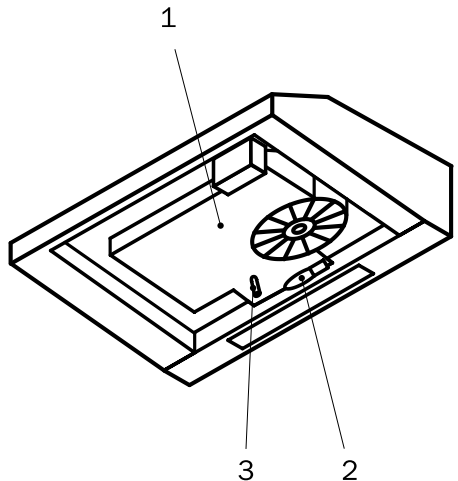

Рис. 2
Внутри вытяжки, если опустить нижнюю откидную панель с алюминиевым жироулавливающим фильтром, находятся (см. рис. 2):
этом случае на нее следует установить угольный фильтр, закрыть вертикальное и горизонтальное выходное отверстие (если они не закрыты) и установить переключатель направления отвода воздуха (см. рис. 2, позиция 3) в требуемое положение.
5. Второй конец гибкого воздуховода соедините с вентиляционным отверстием в стене. Чем короче и прямее без изгибов гибкий воздуховод, тем выше производительность и меньше шум и вибрация у вытяжки. Если вытяжка будет работать в режиме рециркуляции, то разметку для отверстия под гибкий воздуховод делать не следует. Установите на вытяжку угольный фильтр, закройте вертикальное и горизонтальное выходное отверстие (если они не закрыты) и установите переключатель направления отвода воздуха (см. рис. 2, позиция 3) в требуемое положение. Наметьте точки под крепежные винты, просверлите отверстия и закрепите вытяжку на шкафчике.